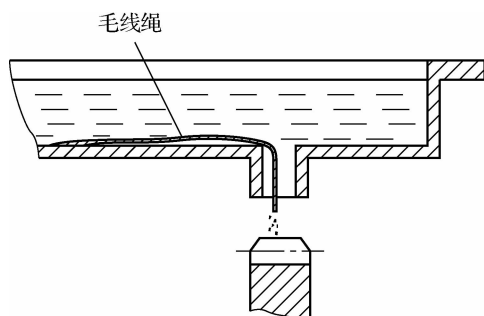

图 1-4 油绳润滑
(3)油绳润滑,如图 1-4 所示。润滑进给箱处,每班一次。